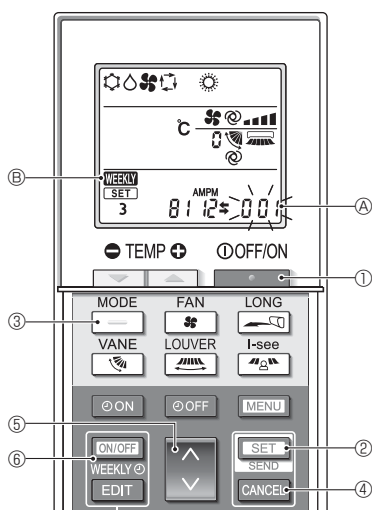

Fig. 5-12
5.12.8. Отключение автоматического режима (Fig. 5-12)
1. Нажмите кнопку **POWER** ①, чтобы остановить работу кондиционера воздуха.
- Если недельный таймер активирован, нажмите кнопку **ON/OFF WEEKLY** ⑤ для отключения таймера (**WEEKLY** ⑤ исчезнет.)
2. Нажмите и удерживайте в течение 5 секунд кнопку **SET** ②.
3. Нажмите кнопку **DOWN** ④.
4. Завершение настроек (Fig. 5-12)